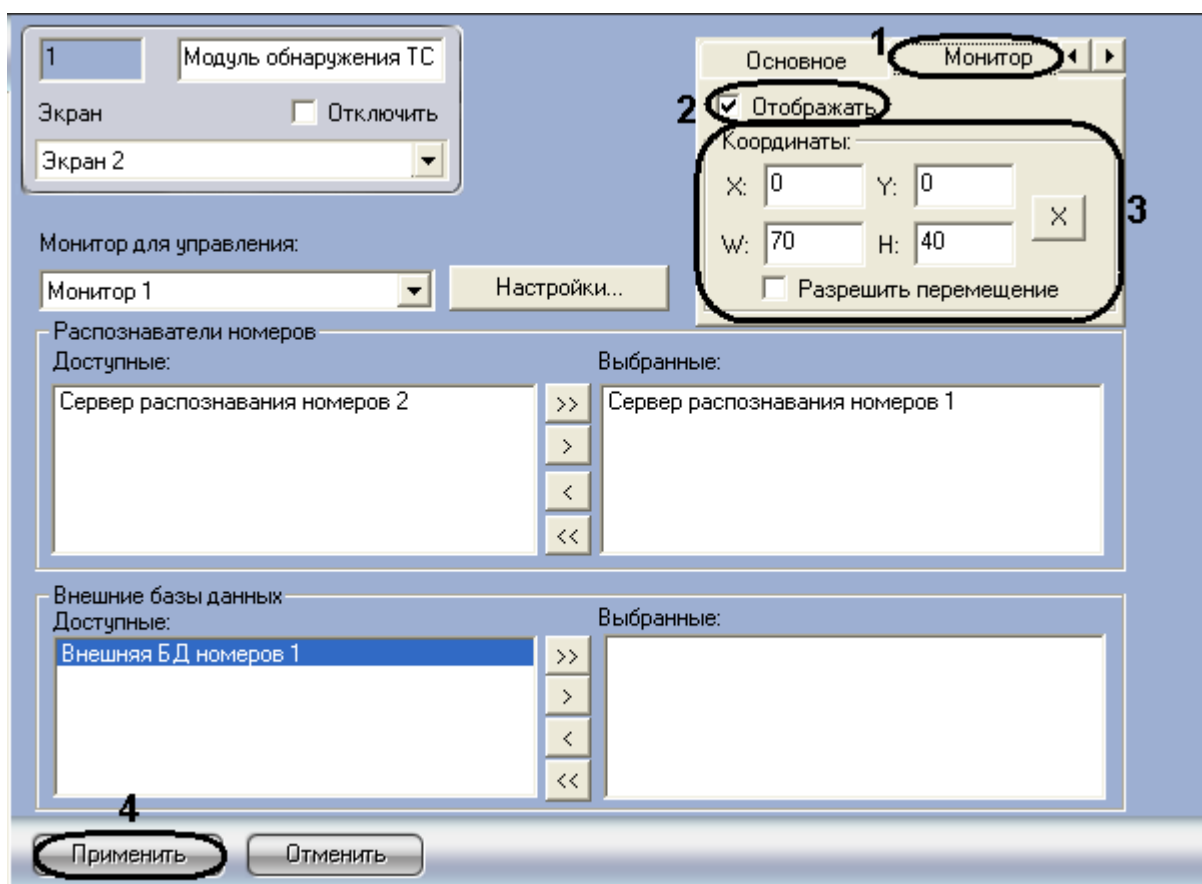

Рис. 7.9—4. Настройка размещения компонента «Монитор событий»
1. Перейти на панель настройки объекта «Модуль обнаружения ТС» (Рис. 7.9—4).
2. Перейти на вкладку «Монитор» (см. Рис. 7.9—4, 1).
3. Для отображения компонента «Монитор событий» на экране установить флажок «Отображать» (см. Рис. 7.9—4, 2). В результате выполнения операции будут активированы настройки размещения компонента «Монитор событий».